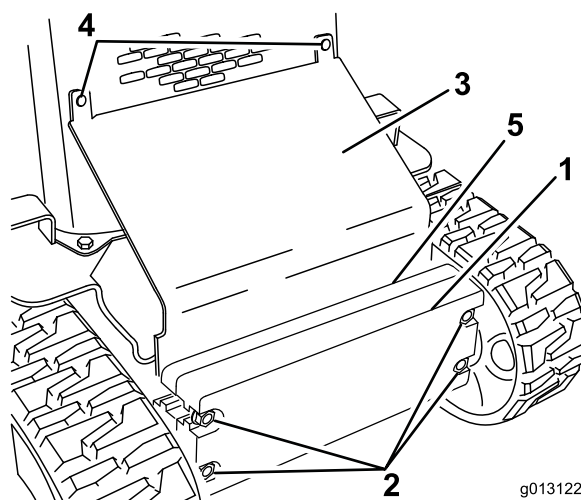

Figura 26
2. Afloje los pernos que sujetan los pesos (Figura 26).
3. Retire los pernos de cuello cuadrado y las tuercas que sujetan la chapa inclinada (Figura 26).
10. Deslice la chapa inclinada entre el bastidor y los contrapesos, y fíjela a la rejilla delantera usando los pernos de cuello cuadrado y tuercas que retiró anteriormente (Figura 26).
11. Apriete los pernos que sujetan los contrapesos delanteros (Figura 26).